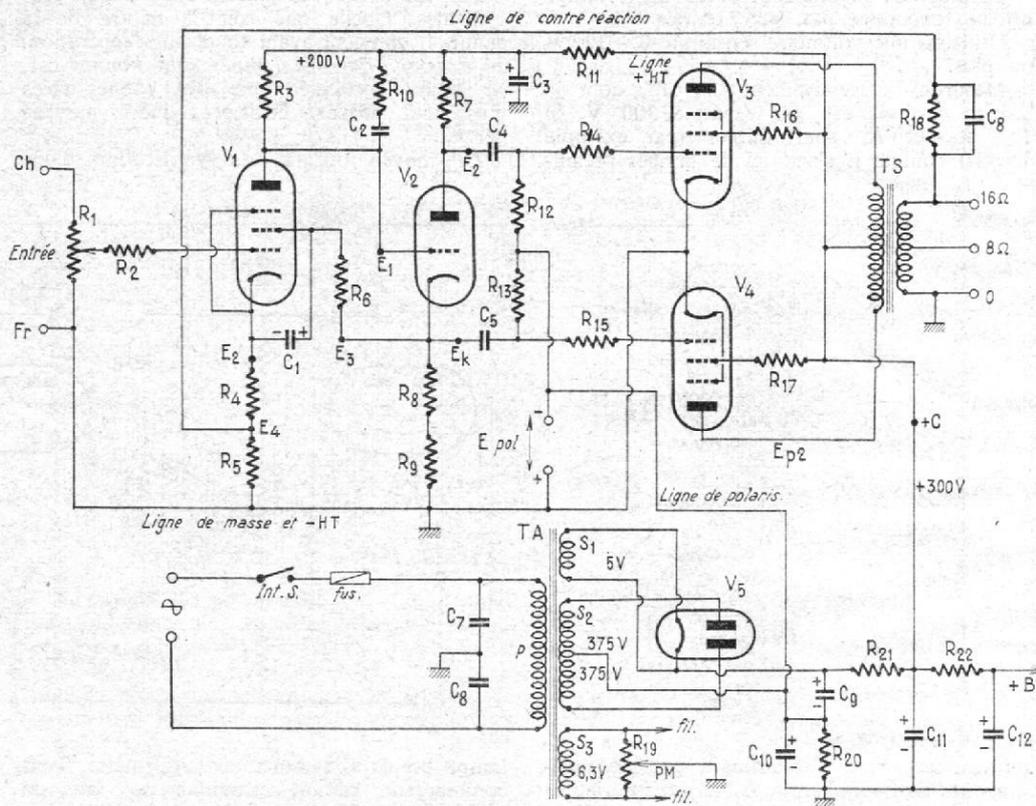

FIG. 8
Parmi ces schémas, celui de la figure 8 est parmi les plus répandus. Nous le prenons comme exemple pour l'indication des procédés de dépannage concernant la partie « amplificateur de puissance » de l'ensemble BF. Sur ce schéma, on a représenté également l'alimentation.
- b) les électrochimiques de polarisation qui, dans le schéma de la figure 8 sont absents mais peuvent figurer dans d'autres schémas.